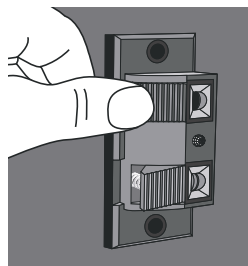

figura 4
2. Presione ligeramente el botón pulsador para abrir el borne (**figura 4**).